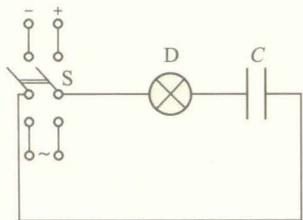

图 2-4-1
1. 图 2-4-1 中 D 为小灯泡，C 为电容器，S 为双刀双掷开关。把开关接到直流电源上，观察小灯泡的发光情况。再把开关接到交流电源上，观察小灯泡的发光情况。